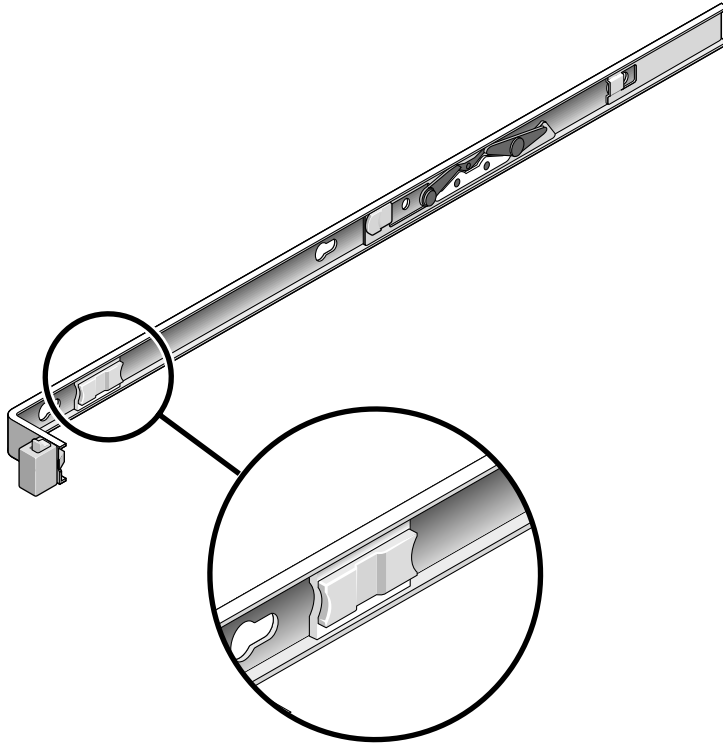

FIGURA 2-13 Pestillo para desbloquear las guías
6. Tire simultáneamente de los dos pestillos de desbloqueo de las guías y deslice el servidor hasta el fondo del bastidor (FIGURA 2-13).